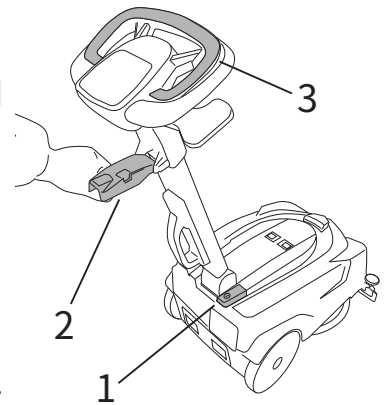

Fig.16
- ・ メインスイッチを押します(図16、参照1)。
- ・ レバーを操作してスキージを下げます(図16、参照2)。
- ・ ブラシコントロールレバーを押し付けます(図16、参照3)。
- ・ レバーを使用してスキージを上げます(図16、参照2)。